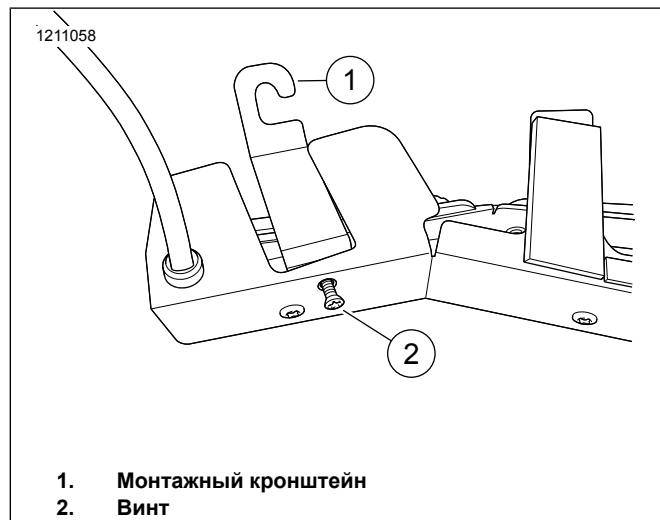

Рисунок 5. Кронштейн и винт
- См. рис. 5. Расположите монтажный кронштейн (1) в отверстиях, углом кронштейна вверх.